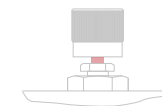

Рис. 3 – стр. 8
**Ежедневное техническое обслуживание:** произведите внешний осмотр, очистите от загрязнений и пыли сухой ветошью. Проверьте целостность резиновых уплотнений стоек, в случае их повреждений — заменяют. Проверяют наличие смазки на резьбовой части вентиля 2 (рис. 3), при ее отсутствии или недостаточном количестве произвести смазывание консистентной смазкой ЛИТОЛ — 24 ГОСТ 21150-87.